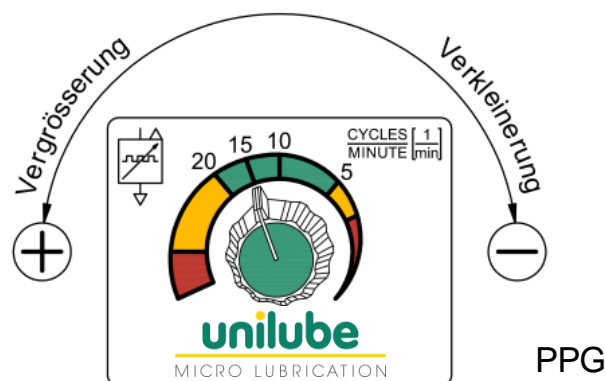

Abb. 12: Pneumatischer PulsGenerator – Einstellung Taktzahl (5 ÷ 20 Imp./min)
8.2.4 Taktzahl des Impulsgebers auf ca. 60 (-120) Impulse/Minute erhöhen (Abb. 12 und Kapitel 6.3). Bei Ausführung mit elektrischem Pumpensteuerventil (Option) in der Maschinensteuerung die Einstellung für Entlüften wählen (abhängig von kundenseitiger Programmierung).